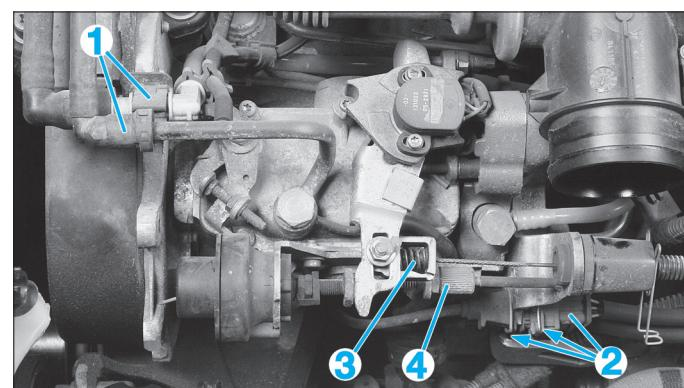

FIG. 25
- Désaccoupler et obturer les canalisations (1) d'arrivée et de retour de carburant situées à proximité du carter de distribution (Fig.25).
- les connecteurs (2),
- le câble d'accélérateur (3),
- le câble de ralenti accéléré (4).